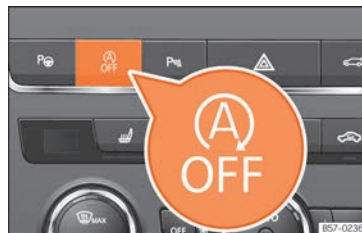

Fig. 150 Consola central: botão do sistema Start/Stop.
- Para desligar/ligar manualmente o sistema Start-Stop, pressione o botão  **Fig. 150**.